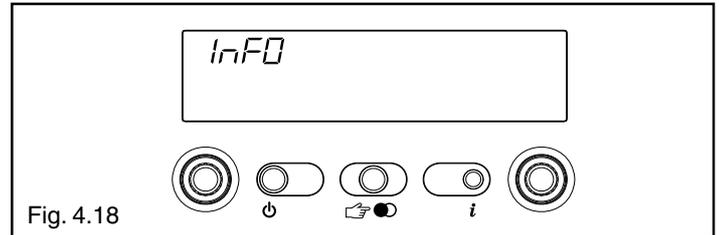

Fig. 4.18
Premendo il tasto  il display si spegne e appare solo la scritta InFO (fig. 4.18).
- 0 visualizza la scritta InFO (fig. 4.18)